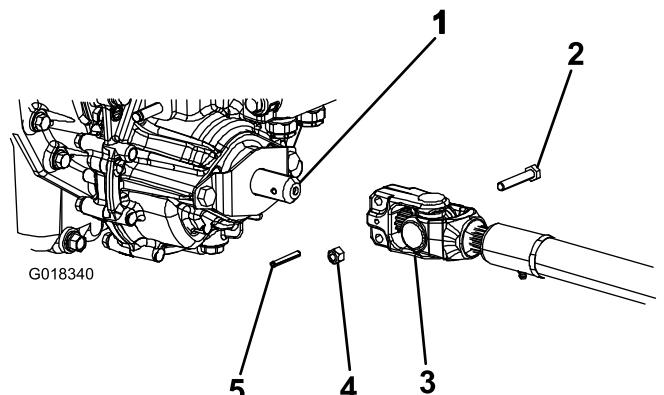

Figura 4
- Posicione o veio propulsor da tomada de força por baixo da parte frontal da máquina. Certifique-se de que a culatra do veio de deslize do veio propulsor está posicionada na direção do veio propulsor da transmissão (Figura 4)